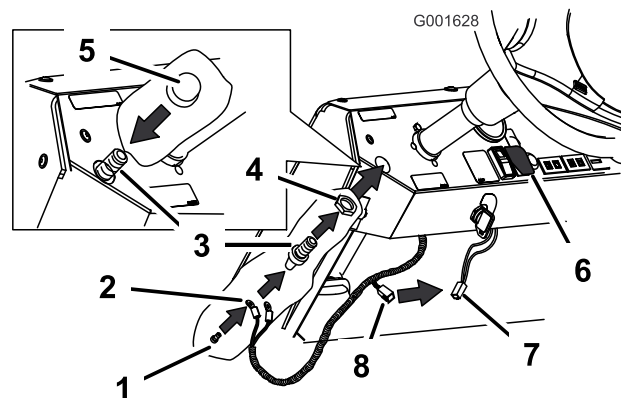

Figura 16
2. Remova a tampa do botão da buzina e enrosque a porca nas roscas expostas do interruptor (Figura 16).
3. Ligue os fios branco e vermelho na extremidade da cablagem à parte posterior do interruptor da buzina utilizando os dois parafusos incluídos (Figura 16).
4. Mova o conjunto do interruptor sob o tablier e empurre-o através do furo feito (Figura 16).
5. Aparafuse a tampa do botão da buzina nas roscas do interruptor para prender o conjunto ao tablier (Figura 16).
6. Coloque-se sob o tablier e verifique se existe um fio como se mostra em Figura 16. Este vem da cablagem principal sob o interruptor das luzes. Se existir um fio, ligue-o à nova cablagem.